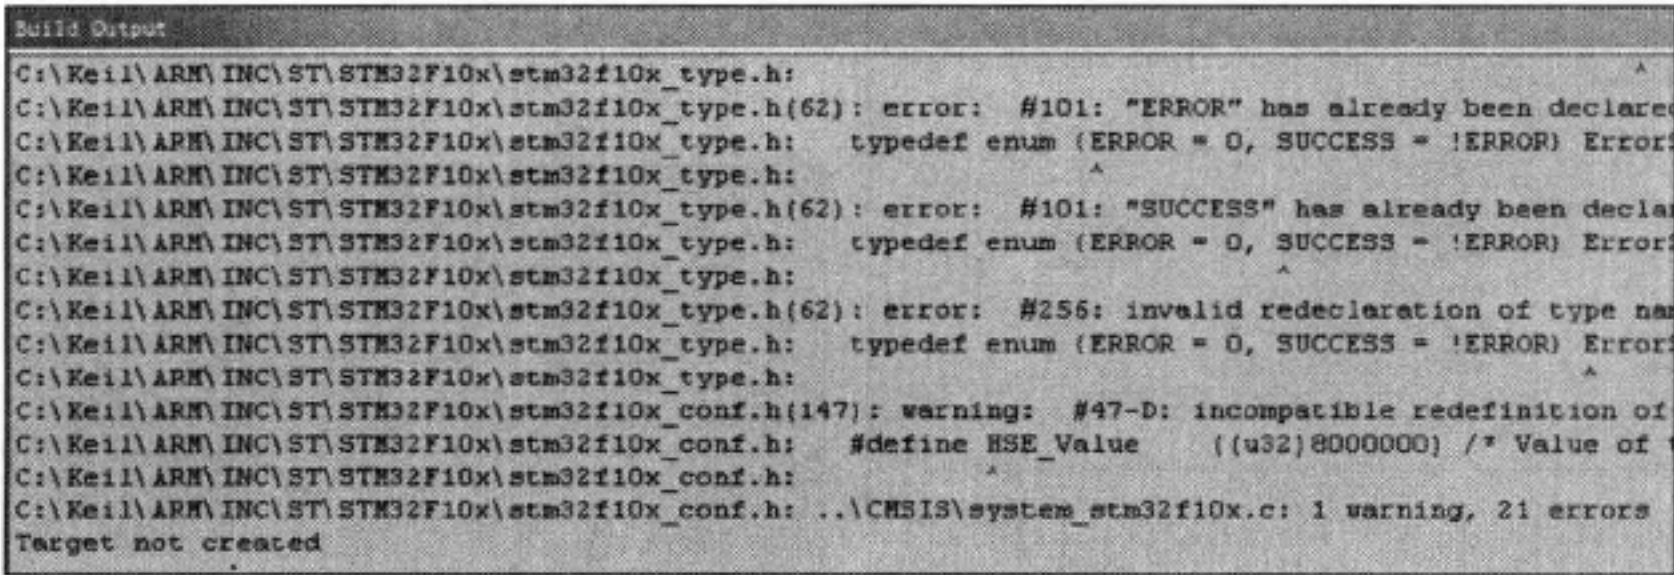

图 3-21 编译失败
15) 现在点击工具栏图标来编译一下，结果发现了非常多的错误，如图 3-21 所示。究其原因是编译器在编译时搜索的默认库路径是：C:\Keil\ARM\INC\ST\STM32F10x，这里面也有 STM32 官方驱动库的头文件，里面的文件与我们的 inc 文件夹下的内容差不多，只是版本旧了点，在编译我们新版本库时存在不兼容。为了解决这个问题，我们需要屏蔽掉编译器默认库的搜索路径。